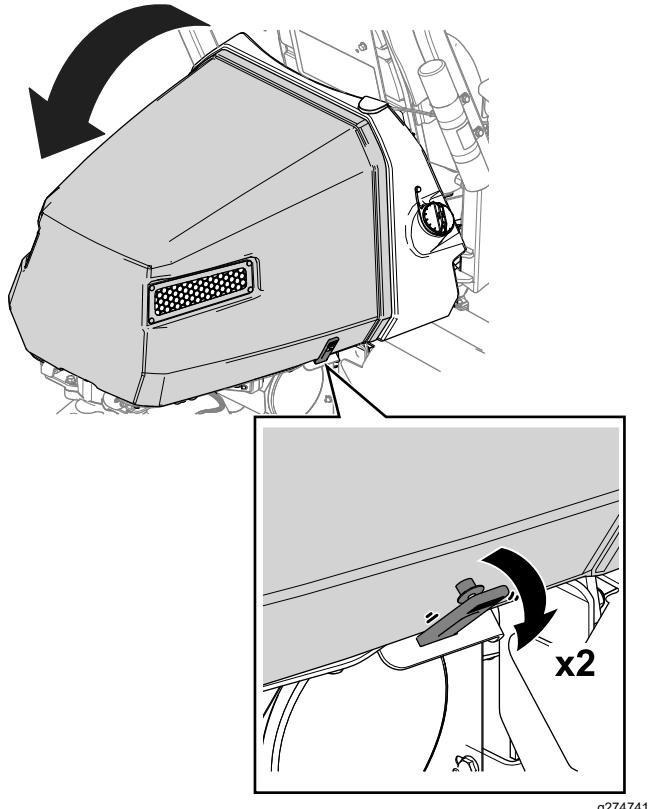

Bild 37
1. Lösen Sie die Gurte von beiden Seiten der Motorhaube (Bild 37).
2. Öffnen Sie die Motorhaube (Bild 37).